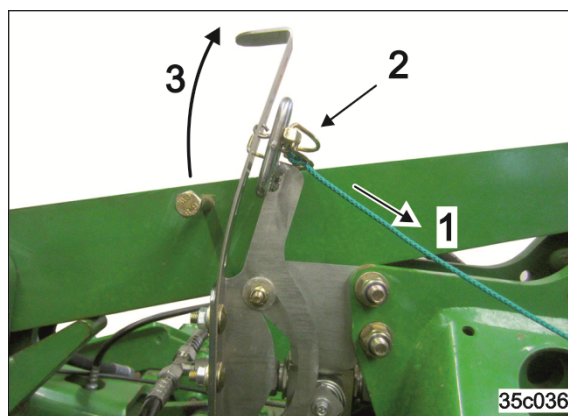

Fig. 141
1. Træk i det hvide trækkabel, og træk kabeløjet gennem kulissen (Fig. 141/1).
2. Fastlås kabeløjet med fjedersplitten (Fig. 141/2).
3. Aktiveringskrogen er fastgjort i den forreste position og gribes ikke af aktiveringsskruen (Fig. 141/3).